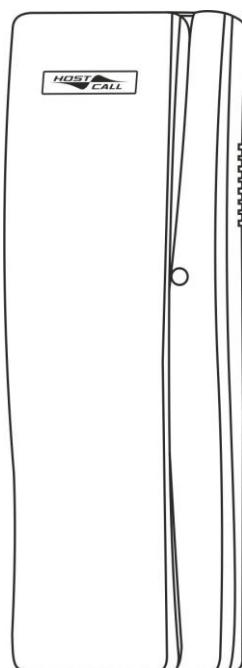

Рисунок 5.18. Телефонная трубка MP-511T2
2. Телефонная трубка MP-511T2 (рис.5.18).